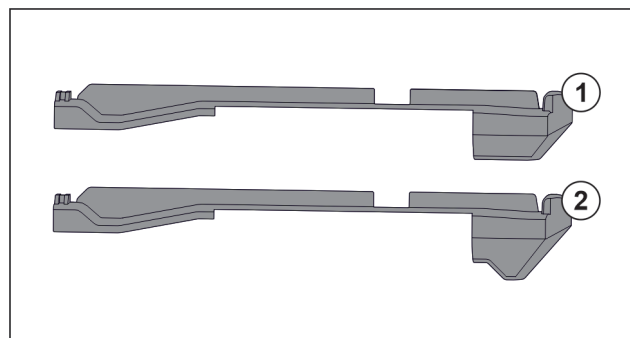

Fig. 62 Kiinnitysosien vertaaminen
Laitteessa on kaksi erilaista kiinnitysosaa. Kiinnitysosassa alimman laatikon yläpuolella Fig. 62 (2) on kolmionmuotoinen reuna. Muissa kiinnitysosissa Fig. 62 (1) on suora reuna.
- Aseta kiinnitysosa Fig. 62 (2) kolmionmuotoisella reunalla alimman laatikon yläpuolelle.
- Aseta kiinnitysosa Fig. 62 (1) suoralla reunalla muihin kohtiin.